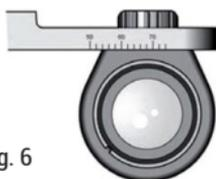

Fig. 6
barra (Fig. 6)
- Allineare ciascun telescopio come indicato in precedenza, facendolo scorrere lungo la barra. (Fig. 6)